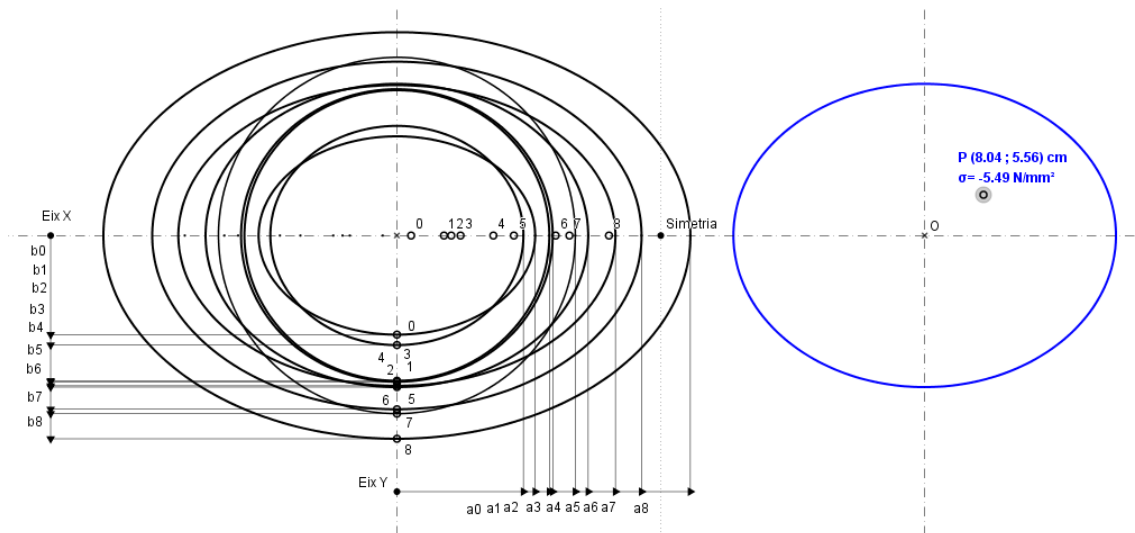
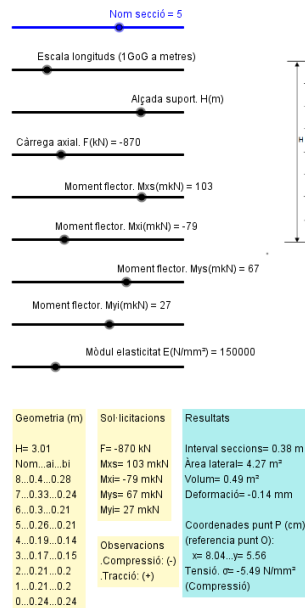

Fig. 11.45
Fig. 11.46
Es tracta de determinar les tensions en què es troba subjecte un suport de base el·líptica sol·licitat per una càrrega axial i dos moments flectors segons els eixos principals X i Y. El suport es discretitza en 7 seccions apart de la inferior (0) i la superior (8). A cadascuna d'aquestes seccions es col·loca una el·lipse amb centre comú O. Movent els punts mòbils que es troben a les mateixes el·lipses se'ls pot donar la forma que es cregui convenient. El més pràctic és moure primerament els punts b_i , i a continuació els a_i (fig. 11.45). En aquesta aplicació serà important el conveni de signes. Les compressions seran negatives i les traccions positives, que és el conveni generalment adoptat. Quant als moments, es dona a la segona pantalla gràfica, un criteri de signes. Aquest criteri s'acompanya de gràfics per recordar el signe de les accions que aquets moments provoquen a la secció corresponent (fig. 11.46).